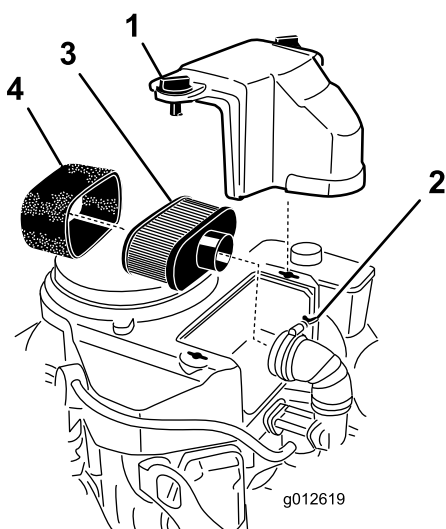

Figure 40
3. Nettoyez la surface autour du filtre à air pour éviter que des impuretés n'endommagent le moteur en tombant à l'intérieur (Figure 40).
4. Dévissez les boutons du couvercle et déposez le couvercle du filtre à air (Figure 40).
5. Dévissez le collier et déposez le filtre à air (Figure 40).
6. Sortez délicatement l'élément en mousse de l'élément en papier (Figure 40).
**Remarque:** S'il est très encrassé, remplacez-le par un neuf (Figure 40).
1. Glissez délicatement l'élément en mousse sur l'élément en papier (Figure 40).
2. Posez le filtre à air complet sur sa base ou sur le flexible et fixez-le en position (Figure 40).
3. Mettez le couvercle du filtre en place et serrez le bouton (Figure 40).